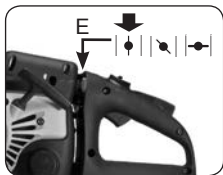

Abb. 9J
- Stellen Sie den Drosselhebel (E) in Position AUS | ♦ | (Abb. 9J). Falls der Motor nicht startet, wiederholen Sie die oben genannten Schritte.